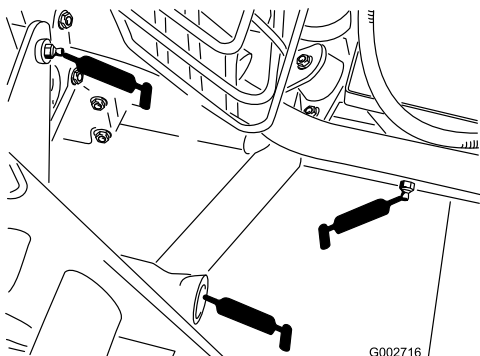

Figura 24
- attacco posteriore (5) (Figura 24)